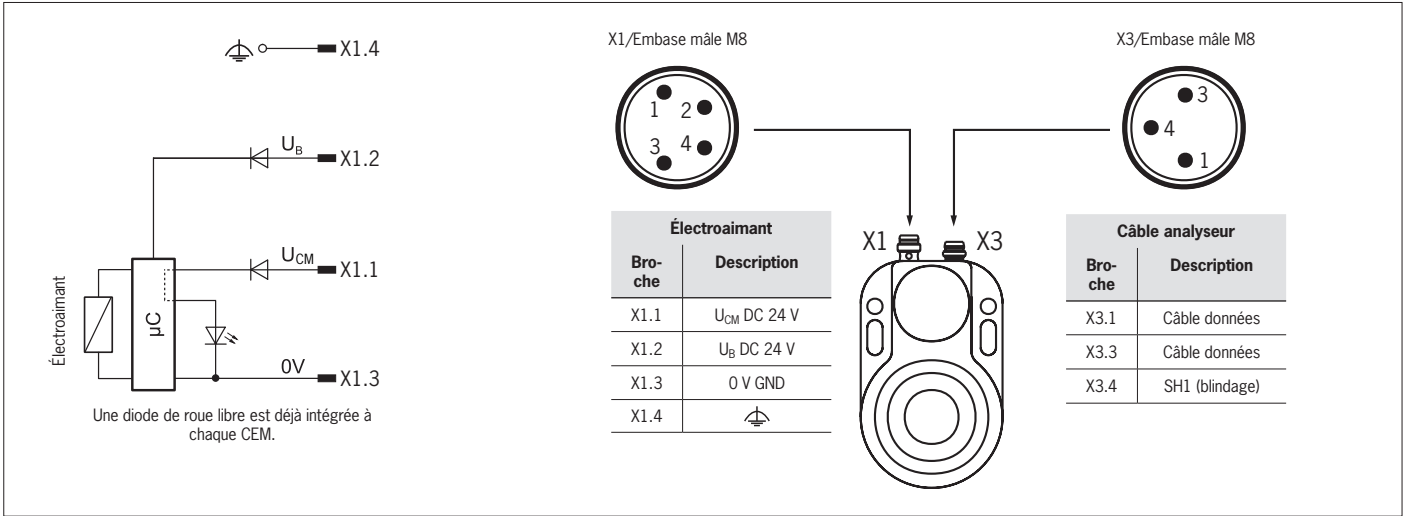

Fig. 4 : Affectation des broches
- Para la asignación de conexiones, véase la Fig. 4.